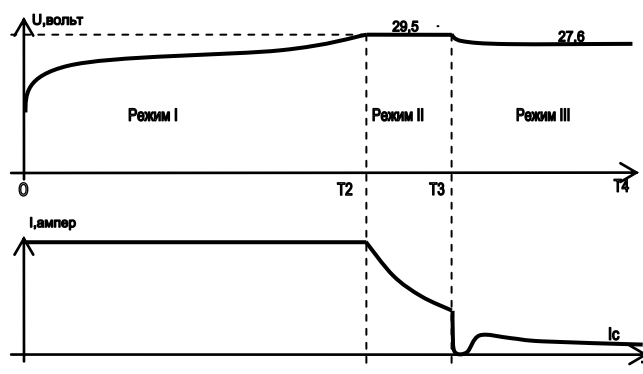

Рис. 1
Зависимость величины зарядного тока (I) от напряжения на аккумуляторе (U) в разных режимах работы устройства показана на РИС.1. В режим I устройство включится, если Ваш аккумулятор разряжен. В этом случае аккумулятор заряжается максимальным током до тех пор, пока напряжение на аккумуляторе не достигнет так называемого избыточного напряжения 29.5 Вольт (интервал времени $0 \div T_2$). Этот режим известен как режим заряда аккумулятора постоянным током. К моменту времени T_2 аккумулятор заряжается на 85% своей емкости. Дальнейшее сохранение довольно большого зарядного тока не целесообразно, так как приводит к обильному кипению электролита, что не желательно. Поэтому устройство переходит в режим заряда аккумулятора при фиксированном напряжении. В этом режиме (интервал времени $T_2 \div T_3$) напряжение на аккумуляторе поддерживается постоянным и равно 29.5 Вольт при спадающем зарядном токе. Благодаря этому удастся избежать кипения электролита и других нежелательных явлений. При снижении зарядного тока до уровня примерно 1/4 максимального, зарядное устройство переключается (момент времени T_3), и в дальнейшем будет поддерживать на аккумуляторе напряжение 27.6 Вольт, компенсируя при этом ток саморазряда (I_c) аккумулятора (режим III). В этом режиме и аккумулятор, и зарядное устройство могут работать сколь угодно долго.